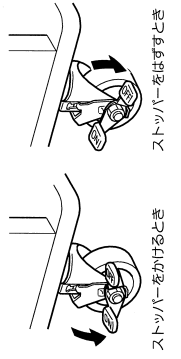

図3 ストッパーのつかい方
- PS-R40はかならず平坦なところに設置してください。また、設置時にはかならずストッパーを付けてください。(図3参照)
- ラックを移動するときは、かならずストッパーを解除してください。ストッパーがかかったまま無理に動かすとキヤスターの車輪を傷つけたり、つまづきによる転倒の原因となります。(図3参照)